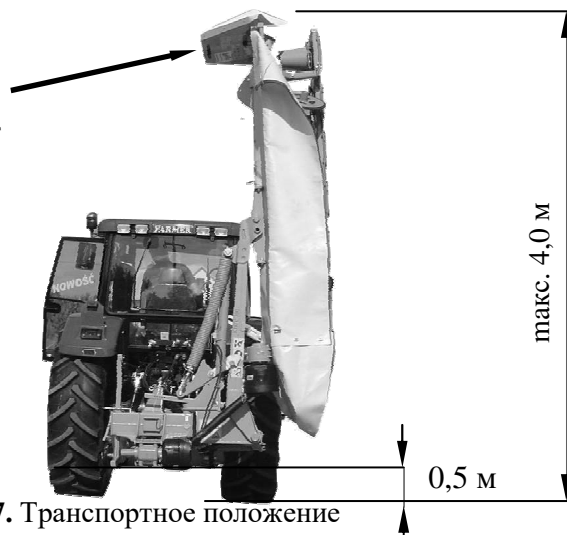

Рис. 17. Транспортное положение
- Поднять косилку гидроподъемником на тягах трактора таким образом, чтобы цапфа рамы подвески находилась на высоте мин 0,5 м от поверхности земли (**Рис. 17**),
Запрещается пересечения по общественным дорогам машиной, которой транспортная высота превышает 4 м (во время транспорта следует снизить транспортную высоту на тягах трактора **Рис. 17**— касается это косилок KDTC 300, KDTC 301, KDTC 340, KDTC 341).